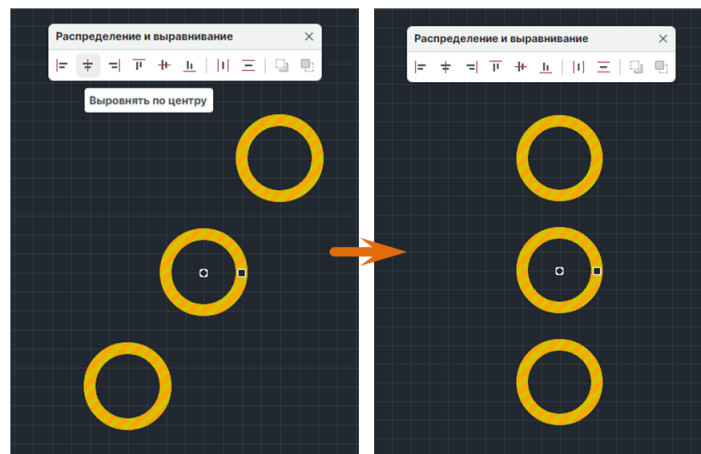

Рис. 395 Выравнивание по центру
2. На панели «Распределение и выравнивание» выберите инструмент «Выровнять по центру», который обозначен иконкой , см. Рис. 395.